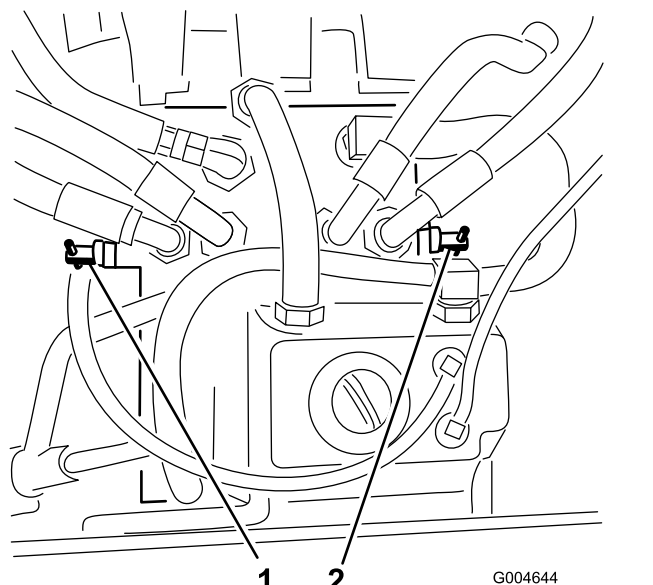

Figure 57
3. Tournez chaque vanne de dérivation d'un tour dans le sens antihoraire (Figure 57).